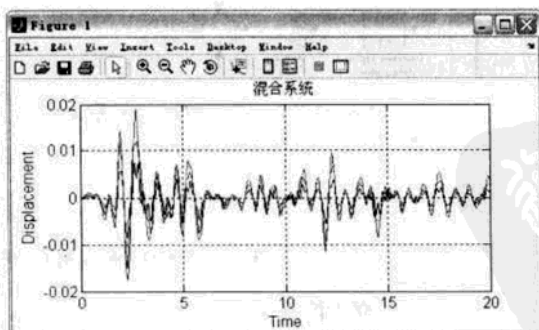
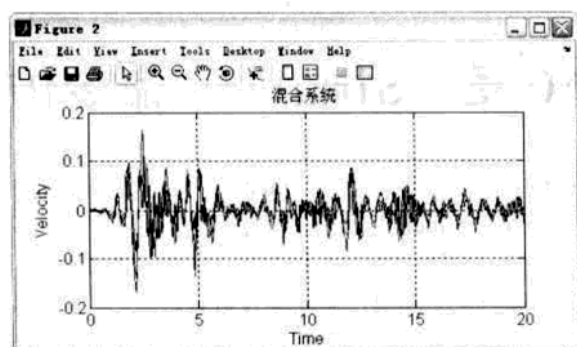

图 9.31 结构位移时程曲线
图 9.32 结构速度时程曲线
(5) 运行结果。图 9.31 为结构 3 个自由度的位移输出结果, 图 9.32 为结构 3 个自由度速度输出结果。